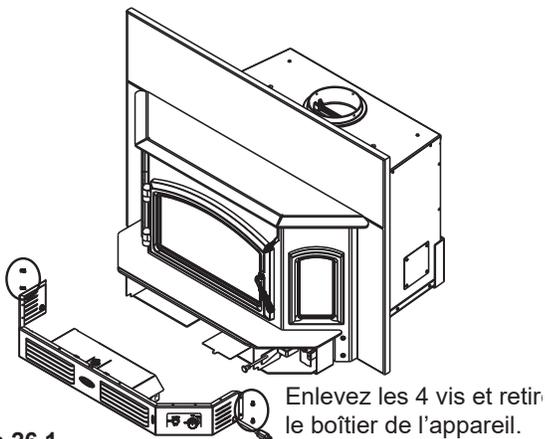

Figure 26.1
1. Retirez les 4 boulons à tête hexagonale du boîtier du ventilateur à l'aide d'une clé Allen de 5/32 (2 de chaque côté) et retirez le boîtier de l'appareil (**Figure 26.1**).